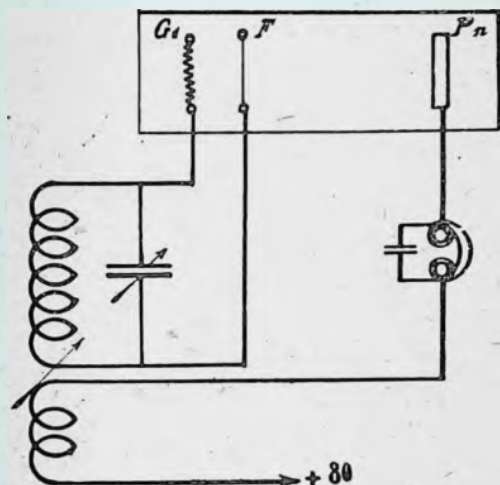

Fig. 8
- 1° La réaction électromagnétique (ou Armstrong (fig. 8)).
qu'ils réactionnent dans le circuit de réception et que en conséquence, ils sont gênants pour les voisins en cas de décrochage intempestif. Dans les postes du type dit Armstrong (fig. 8), la